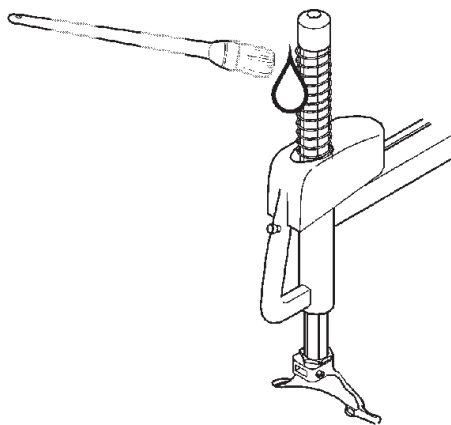

Fig. 6.0-1
A. Nettoyer périodiquement la tige hexagonale avec un détergent liquide. Après quoi, lubrifier avec une huile de graissage légère (Fig. 6.0-1).